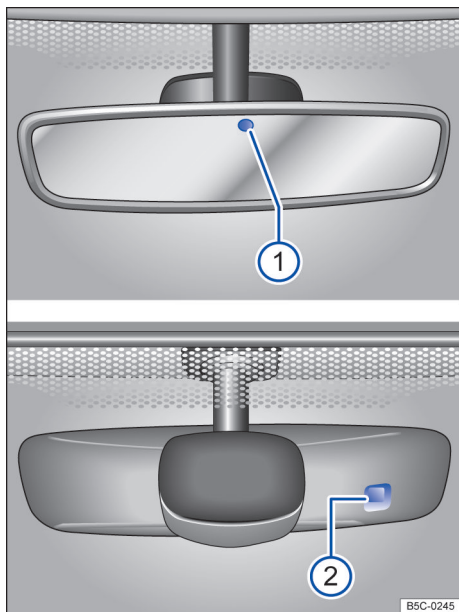

Fig. 77 No para-brisa: espelho retrovisor interno com antiofuscante automático.
As possíveis causas de avarias e interpretações errôneas na área da superfície sensível → Fig. 77 do sensor de chuva são, entre outras:
Quando a ignição é ligada, os sensores medem a incidência de luz. Existem 2 sensores no espelho retrovisor interno, um que mede a incidência de luz pela *frente* → Fig. 77 ① e outro que mede a incidência de luz por *trás* ②. Em função dos valores medidos, o espelho retrovisor interno é escurecido automaticamente.